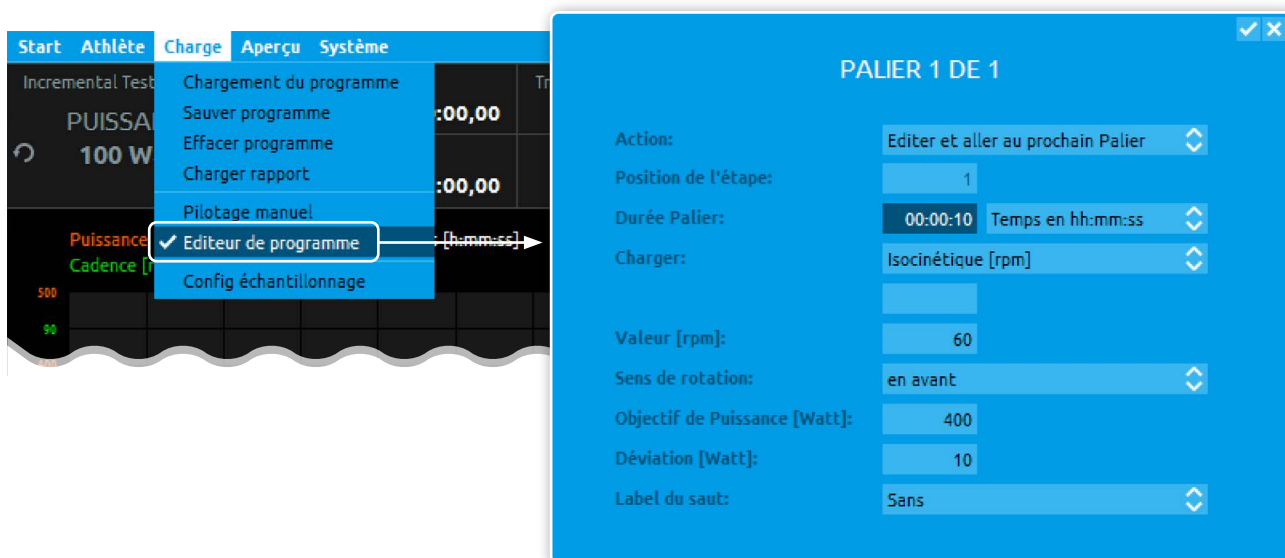

Figure 70 : Configurer une étape intermédiaire
- 2 Ouvrez le dialogue fonctionnel Éditeur de programmes. Le dialogue fonctionnel s'ouvre alors, dans lequel la première étape est configurée (voir figure 70).